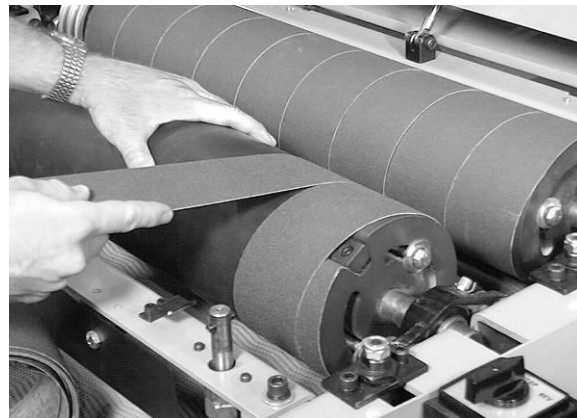

Рисунок 11
6. Начните наматывать ленту вокруг барабана, сохраняя ее при этом натянутой. Скошенный край ленты должен накладываться на правый край барабана. Продолжайте наматывать ленту по спирали по часовой стрелке, вращая барабан левой рукой и направляя ленту правой рукой (Рис. 11). Последовательные витки ленты должны быть на одном уровне с предыдущими витками без наложения друг на друга.